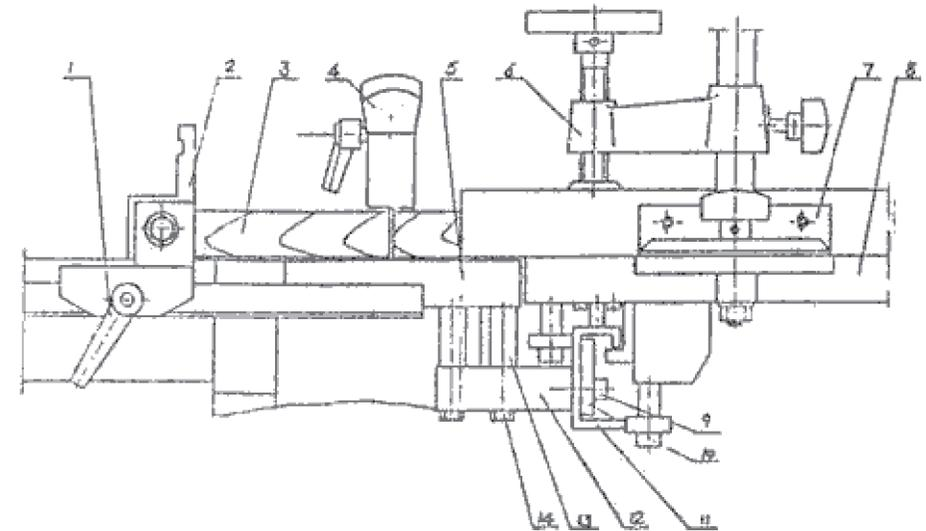

Abb. 5
- Sichern Sie beim Sägen von Winkeln (Abb. 5) das Werkstück gut.